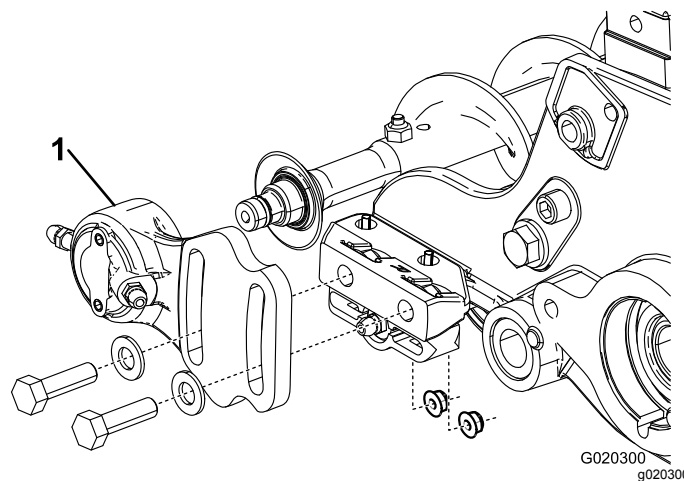
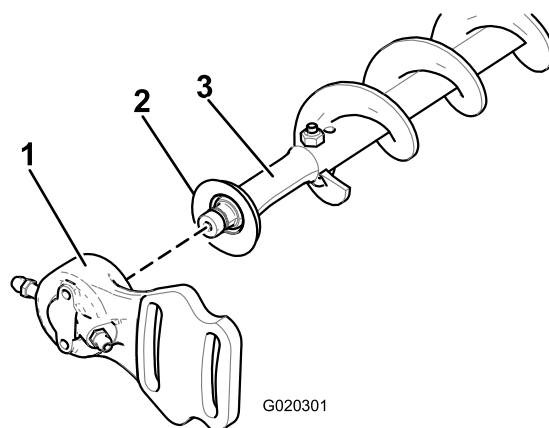

Figura 30
Figura 31
2. Deslize a caixa de rolamentos do lado oposto à transmissão e vedante de eliminação de sedimentos do veio da escova (Figura 31).
1. Se estiver instalada uma escova do rolo na unidade de corte, remova os dois parafusos, anilhas e porcas que prendem a caixa de rolamentos do lado oposto à transmissão ao suporte de montagem da caixa de rolamentos (Figura 30) e (Figura 31).
9. Instale o vedante de eliminação de sedimentos e a caixa de rolamentos do lado oposto da transmissão no veio da escova (Figura 31).